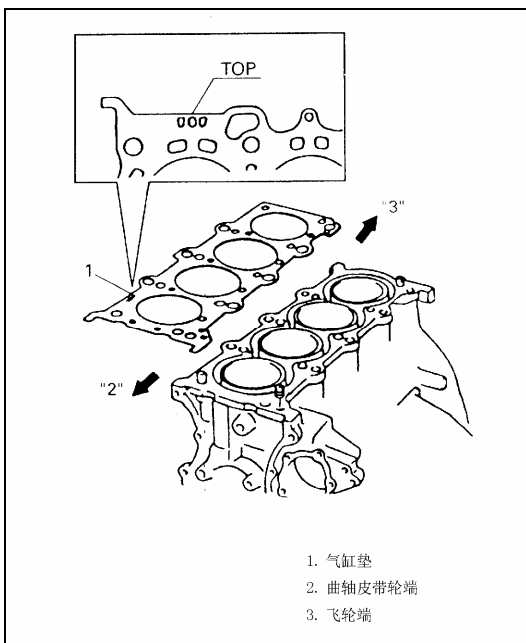

Рис. 4-61.
1). Снять старую прокладку головки блока цилиндров, очистить контактную поверхность от грязи и нагара, установить новую прокладку, как показано на Рис. 4-61, т.е. “верхняя” поверхность с маркировкой должна располагаться по направлению к приводной звездочке коленчатого вала (по направлению к головке блока цилиндров).